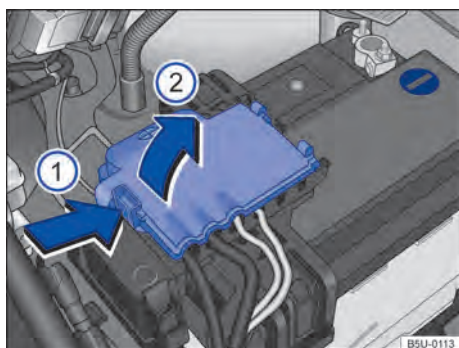

Fig. 168 Compartimento do motor: acesso ao terminal positivo da bateria.
- Abrir a cobertura do polo positivo. Para abrir pressionar a trava no sentido da seta → Fig. 168 ❶, rebater a cobertura para o lado no sentido da seta ❷.